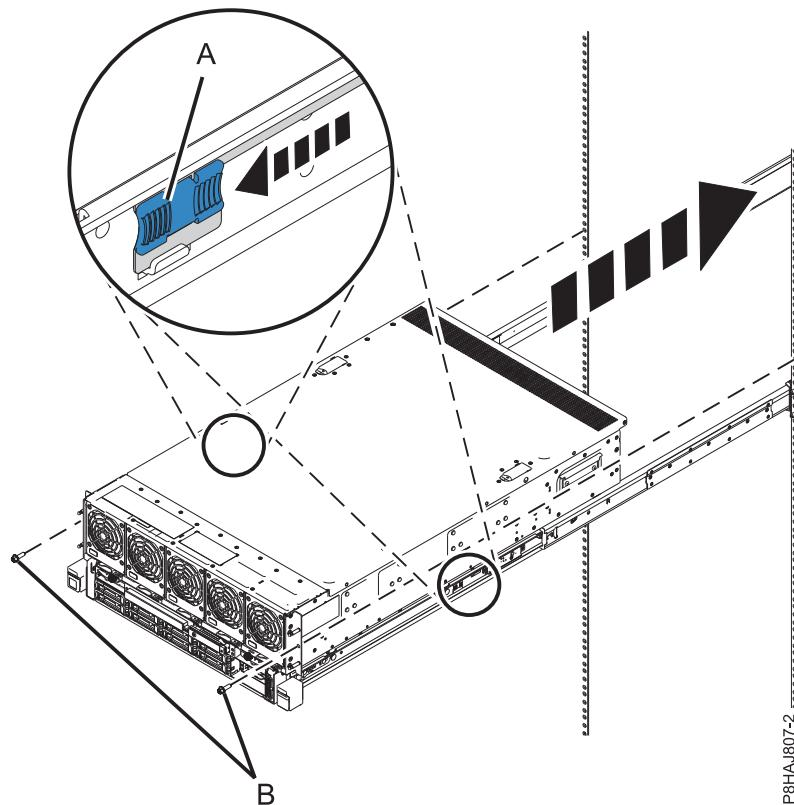

図 12. レールの中央にあるラッチを解放し、ラック内に完全に収まるようにシステムを押し入れる
7. 12 ページの図 12 に示すように、レールの中央にあるラッチを解放し、ラック内に完全に収まるようシステムを押し入れます。